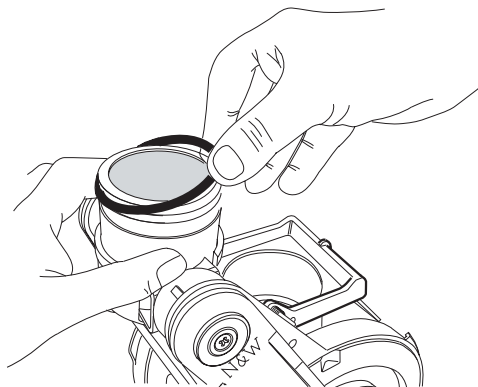

Abb. 41
- Einen neuen Metallfilter auf den grünen Ring setzen und an den Ring auf den Kolben drehen, bis er stoppt. (Abb. 41 - a)
- Darauf achten, dass der Buchstabe "F" auf dem Filter sich auf der Außenseite befindet (Abb. 41 - b)